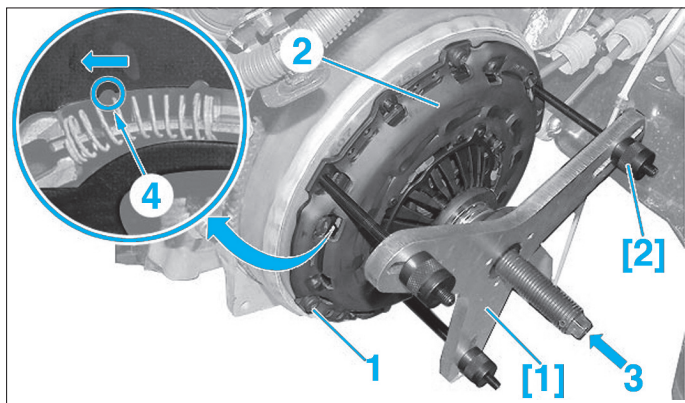

Fig. 7
- Déposer les vis de fixation (1) (Fig.7).
- Positionner les outils [1] et [2] sur le mécanisme d'embrayage (2).
- les trois tiges de maintien [2] à la place des vis (1),
- la vis centrale (3) de l'outil [1] pour comprimer le mécanisme d'embrayage (2).